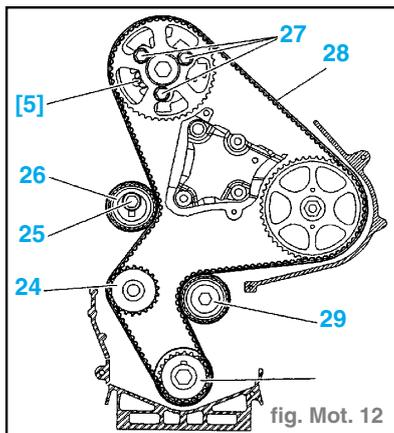

fig. Mot. 12
- Piger l'arbre à cames avec la pige [5] (-).0188-M. (fig. Mot. 12)